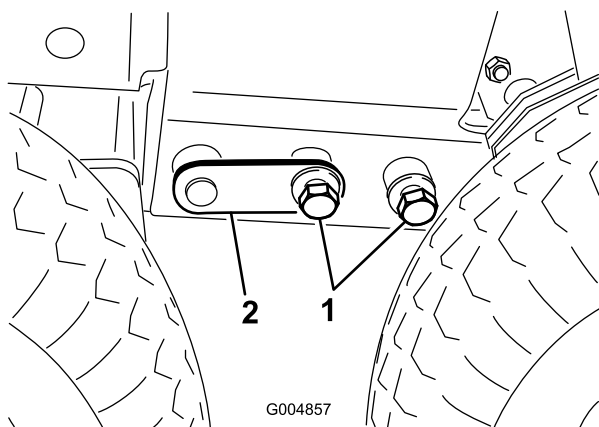

Figura 81
19. Retire los 2 pernos de 3/4 pulgada de diámetro que conectan el bastidor delantero al bastidor trasero, por delante del neumático de la rueda motriz en cada lado del bastidor (Figura 81). **NO RETIRE EL PASADOR DE ACOPLAMIENTO EN ESTE MOMENTO.**